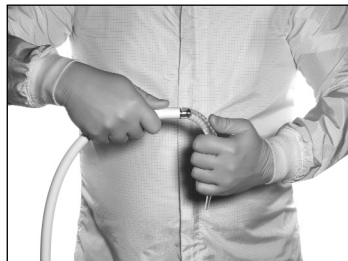
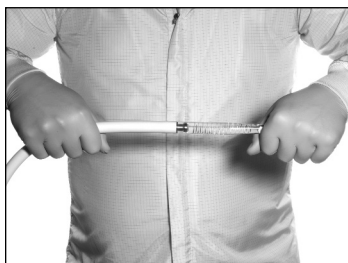

FIGURE 4. RETIREZ L'EMBOUT AMOVIBLE VERS LE BAS
FIGURE 5. RETRAIT INCORRECT DE L'EMBOUT AMOVIBLE
7. Pour retirer l'embout amovible, saisissez-le près de l'extrémité proximale du câble à fibres optiques. Conservez les deux mains proches l'une de l'autre et faites tourner celle maintenant l'embout en tirant vers le bas (cf. figure 4). Ne le tirez pas horizontalement car cela endommagerait le connecteur et le câble (cf. figure 5). L'embout amovible doit être jeté tandis que le câble est nettoyé et stérilisé en prévision de la prochaine utilisation.